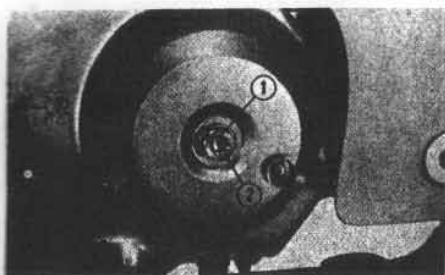

Fig. 9 C50H
- 4) Draai de stelschroef nu weer  $\pm \frac{1}{8}$  tot  $\frac{1}{4}$  slag rechtsom voor de juiste speling en draai de bevestigingsmoer (contra-moer) vast. (Fig. 9)